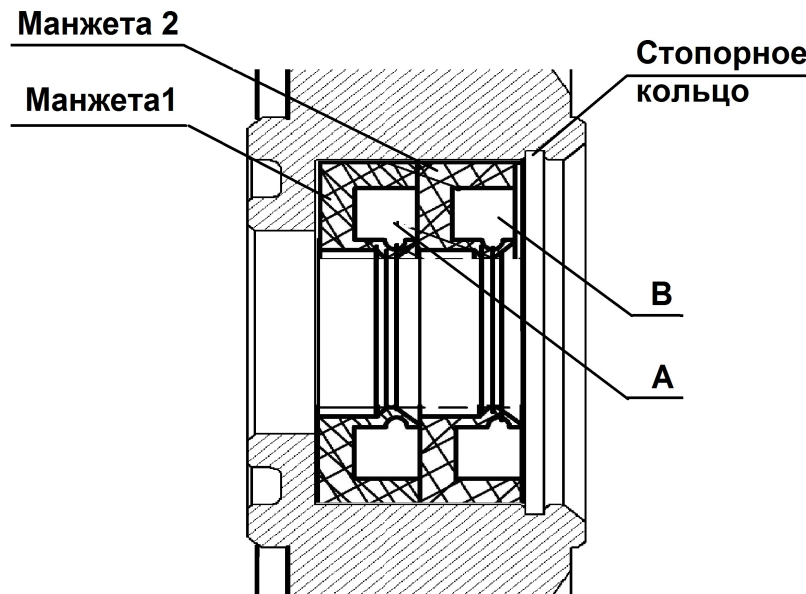

Рис. 10. Схема установки манжет.
- со стороны духовки снять кольцо стопорное и снять 2 манжеты (рис. 10);